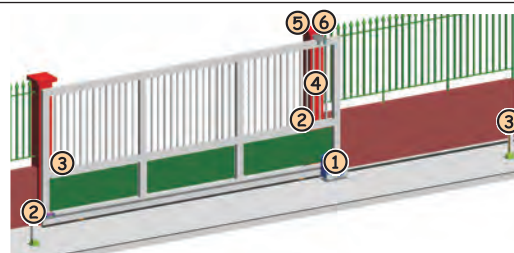

Fig. 3
4. Disposer les câbles électriques pour la connexion aux accessoires et l'alimentation électrique d'après la Fig. 3.